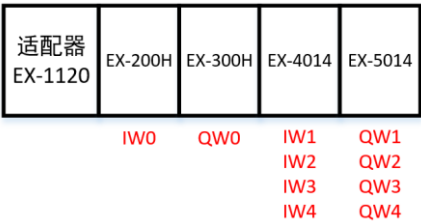

图 4-2-10 I/O 排序与地址分配#1(案例中应用)
**注意：**实际硬件中 EX-1120 适配器所配置的 IO 模块数量和型号同等，但是模块的排列顺序不一样，模块对应的物理地址分配也不一样，如图 4-2-10、4-2-11 所示。